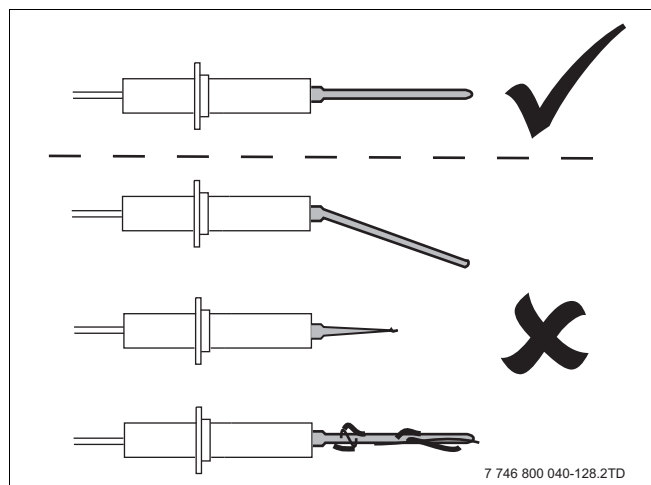

Fig. 89 Controllo dell'elettrodo di ionizzazione
- Verificare l'eventuale presenza di usura, danni o sporcizia sulle parti separate dell'unità di accensione (fig. 89 e 90).